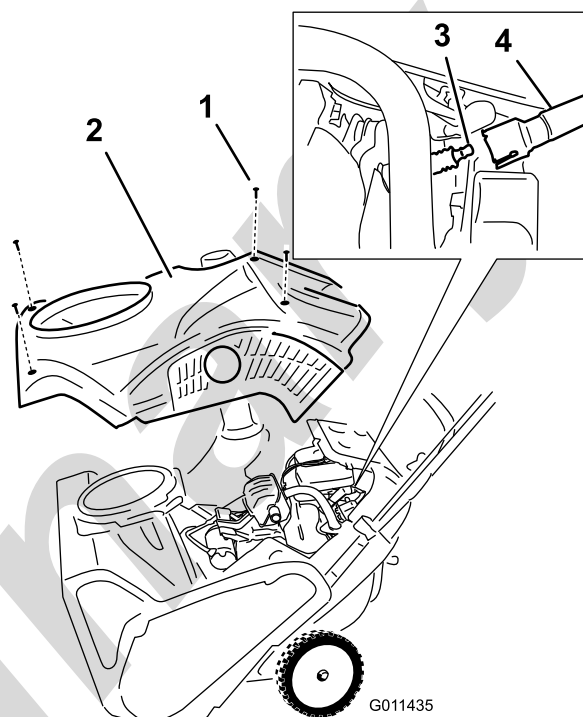

Figura34
4. Scoateţi cele 4 şuruburi care strâng carcasa (Figura34).
6. Scoateţi carcasa (Figura34).